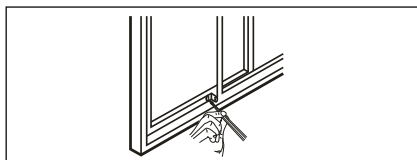

Fig. 22
7. For å sikre glidekarmen i posisjon festes den rettinklede vindusrammelåsen med en 1/2" (12,7 mm) skruer slik som vist (Fig. 22).